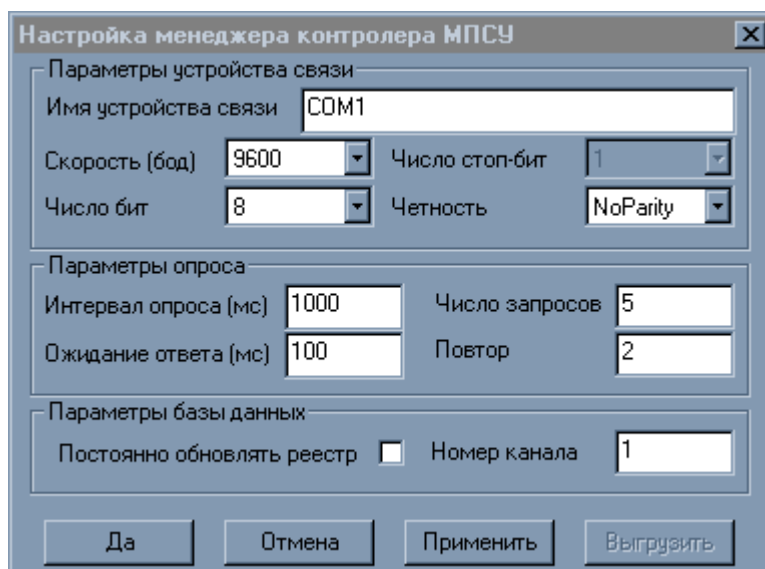

Рис. 8.1. Окно настройки драйвера контролера МПСУ.
Для настройки драйвера контролера МПСУ служит окно настройки (см. Рис. 8.1)
- поле **«Номер канала»** - номер канала в базе данных должен быть тем же, что и номер канала, заданный в настройках драйвера контролера МПСУ (см. Рис. 8.1).
Останов приложений, запущенных с помощью стартера системы КРУГ-2000 осуществляется по стандартному механизму, описанному в инструкции по эксплуатации системы КРУГ-2000. В случае запуска драйвера из командной строки, останов драйвера осуществляется либо с помощью окна настройки нажатием на кнопку «**Выгрузить**» (см. Рис. 8.1), либо с помощью менеджера задач, при этом необходимо остановить процесс **Mpsu.exe**.